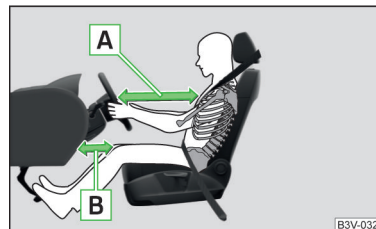

Fig. 30
- Es importante que el conductor y el acompañante mantengan una distancia mínima de 25 cm con respecto al volante o al cuadro de interruptores » fig. 30 - **A**. Si no respeta la esta distancia, el sistema de airbag no podrá protegerle. ¡Peligro de muerte! Además, los asientos delanteros y los reposacabezas siempre deben estar correctamente ajustados a la estatura del ocupante.
- Ajustar el asiento del conductor longitudinalmente de forma que la distancia de las piernas hasta el cuadro de interruptores en la zona del airbag para las rodillas sea al menos de 10 cm » **fig. 30 - B**. En caso de que no sea posible cumplir esta condición debido al tamaño del cuerpo, se debe acudir a un taller especializado.